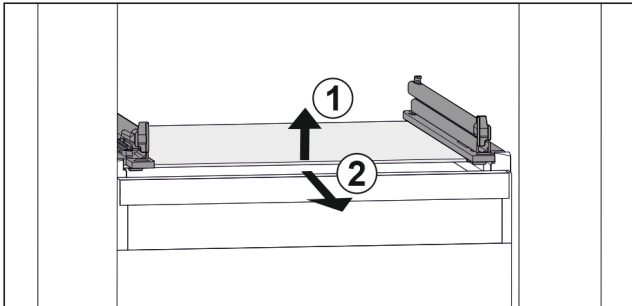

Fig. 38 Voorbeeldweergave van glasplaat
- ▶ Glasplaat aan de voorkant optillen. Fig. 38 (1)
- ▶ Glasplaat naar voren toe verwijderen. Fig. 38 (2)